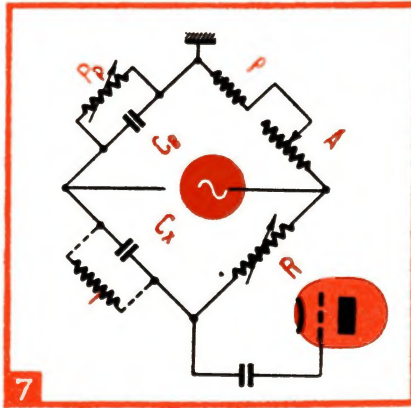

Fig. 7. — Pont de Nernst.
5. — 2. — DETERMINATION DES ELEMENTS EN PONT DE NERNST. — Le montage réalisé est représenté par la figure 7. L'équilibre est ici réalisé par les conditions suivantes :